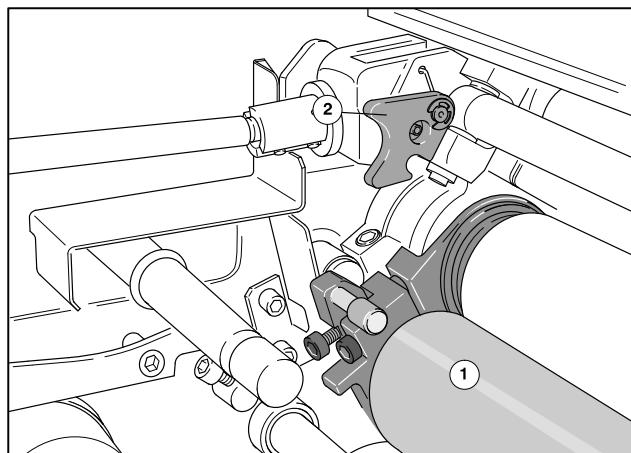

図18 湿し装置にインキを撒く
- ① 湿し装置にインキを撒くには、湿しローラ(図18/①)をインキ練りローラに接続します(洗浄位置、図18を参照してください)。
- ② 湿し装置にインキをムラなく撒きます。
- ③ 湿しローラ(図18/①)を上げて、レバー(図18/②)にかみ合わせます。
- ④ 印刷機を始動して停止し、数秒待ちます。次に、ローラマークが見える位置まで、印刷機を寸動してください。